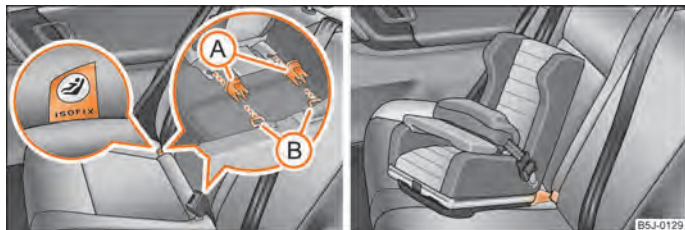

Fig. 116 Inelele de prindere (sistem ISOFIX) / scaunul pentru copii ISOFIX se montează în dispozitivele de prindere existente
- Elementul de prindere (A) se introduce în inelele (B) existente la baza îmbinării spătarului scaunului cu perna ⇒ fig. 116.
- Împingeți brațele de fixare ale scaunului în ancoraje, până când se aude zgomotul specific de blocare ⇒ fig. 116.